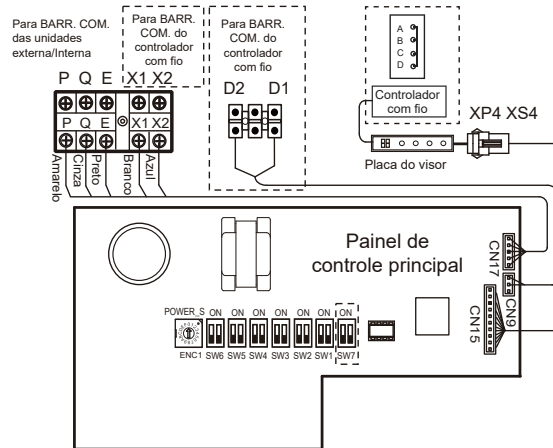

Figura 40
- As portas X1/X2, D1/D2 nas laterais da placa de controle principal e a porta de comunicação unidirecional (lado da placa do visor) são para diferentes tipos de controladores com fio (consulte a Figura 40).